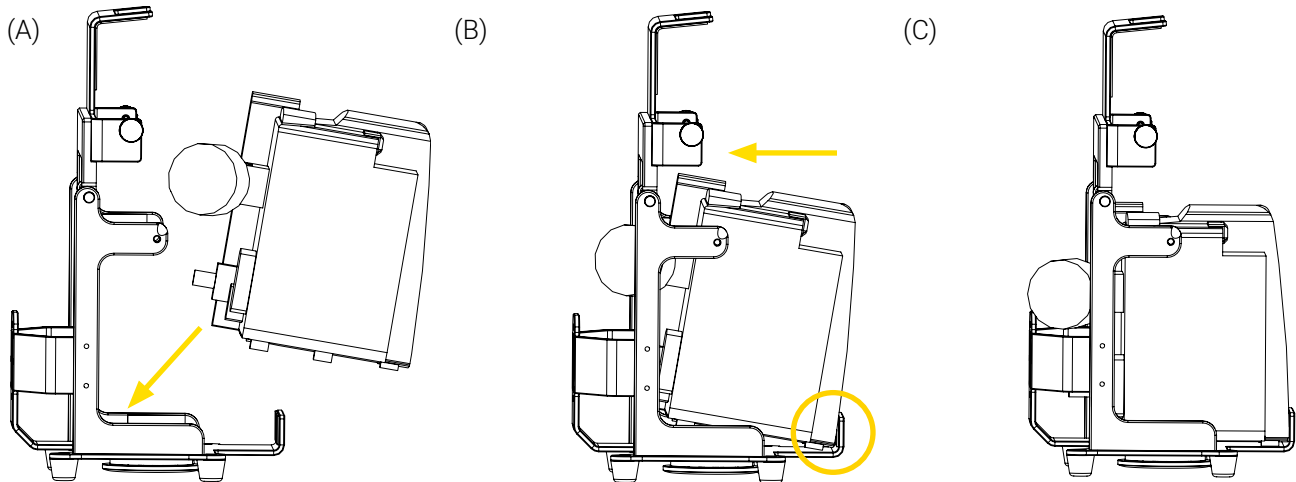

Figure 4: Installation du PLUM 360 dans le support Bracket Pro Serie 221
2. Insérer la pompe en angle dans le support, puis l'appuyer contre le pli avant du support et s'assurer qu'elle soit centrée dans le système de fixation (Figure 4 A et Figure 4 B).
3. Redresser la pompe dans le support (Figure 4 C).